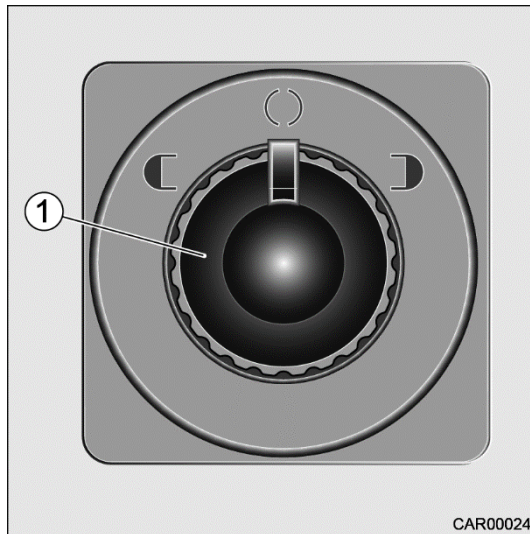

Fig. 39 Bouton de commande
1. Tourner le bouton (Fig. 39/1) vers la gauche pour régler le rétroviseur extérieur de gauche.
2. Tourner le bouton (Fig. 39/1) vers la droite pour régler le rétroviseur extérieur de droite.